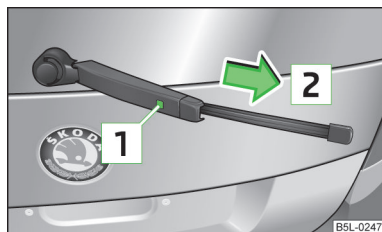

Fig. 39
- Sollevare il braccio del tergicrystallo dal vetro » fig. 39.